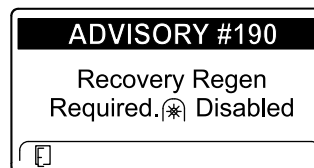

Figura 59
- Recovery regen required (Es necesaria una regeneración de recuperación) ADVISORY #190 (Aviso n.º 190) (Figura 59)